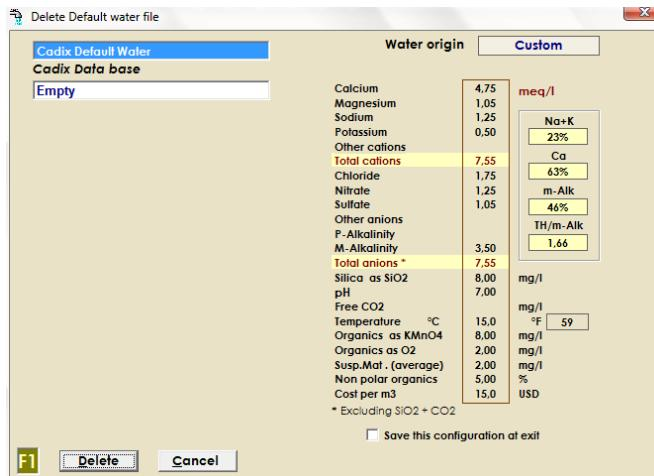

Figura 5.48: Ventana para borrar los datos de la corriente de alimentación
- “Delete Default Water Analysis”: borrar el análisis de agua por defecto. Una vez seleccionada esta opción aparece la ventana mostrada en la figura 5.48, en la parte superior de ésta ventana hay un cuadro en azul, en el cual se debe elegir la corriente que se desee borrar y una vez seleccionada clicar en “Delete” para borrarla.